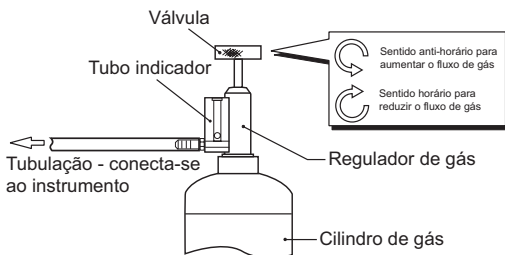

Figura B-5 Conexão do gás
- 3) Remova a tampa do cilindro de gás de calibração. Certifique-se de que a válvula reguladora está na posição totalmente fechada (Desligada) e conecte o regulador de gás ao cilindro de gás (empurre suavemente para baixo e aperte no sentido horário, com a mão). Consulte a Figura B-5 para ver os detalhes.